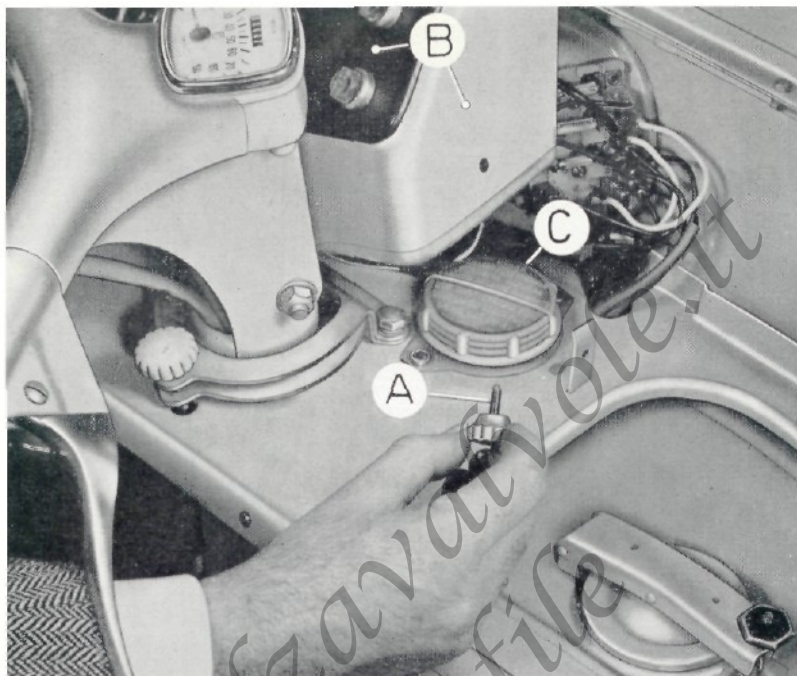

Fig. 23 - Serbatoio della pompa freno
<p>RODAGGIO (primi 1500 Km.):</p> <p>— Non superare le velocità di :</p> <p style="padding-left: 40px;">10 Km/h con la 1.a velocità</p> <p style="padding-left: 40px;">16 Km/h con la 2.a velocità</p> <p style="padding-left: 40px;">25 Km/h con la 3.a velocità</p> <p style="padding-left: 40px;">40 Km/h con la 4.a velocità</p> <p>In salita, non viaggiare « a pieno gas ».</p> <p>Dopo i primi 1000 Km. sostituire l'olio nel cambio (ved. pag. 30), controllare il livello olio nel serbatoio della pompa freno (fig. 23 e pag. 30), registrare la tensione delle catene (pag. 26) e controllare che non si siano allentati dadi e bulloni ; particolarmente i dadi che fissano le ruote.</p>
AGGIUNTA DI OLIO NEL SERBATOIO DELLA POMPA FRENO	<p>Togliere il cruscottino, svitando i due pomelli laterali, tirandolo indietro e sollevandolo (fig. 23, A - B) ; svitare il tappo del serbatoio olio « C » e immettere l'olio necessario.</p> <p>Il livello deve essere compreso fra 2,5 cm. sotto la superficie del tappo (livello max) e 1 cm. sopra il fondo del serbatoio (livello minimo); sul serbatoio sono stampate le indicazioni «MAX» e «MIN».</p>
4) - Controllare e, se necessario, ripristinare il livello olio nel serbatoio della pompa del freno idraulico (fig. 23).